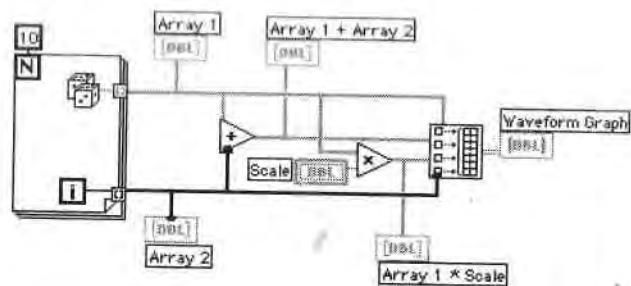

Рис. 7.30
4. Постройте блок-диаграмму, как показано на рис. 7.30. Будьте внимательны: соединение элементов может быть довольно запутанным.